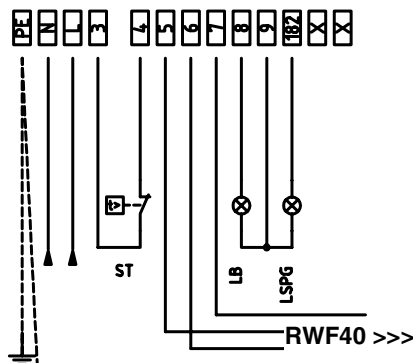

Рис. 16: Модулирующие горелки
3). В случае с модулирующими горелками, клеммы 5,6 и 7 клеммника MA горелки уже подсоединены с модулирующему регулятору (мод. RWF 40). С электрошита выходит 4-х полюсная вилка, предназначенная для подключения датчика температуры или давления (см. Рис. 16)